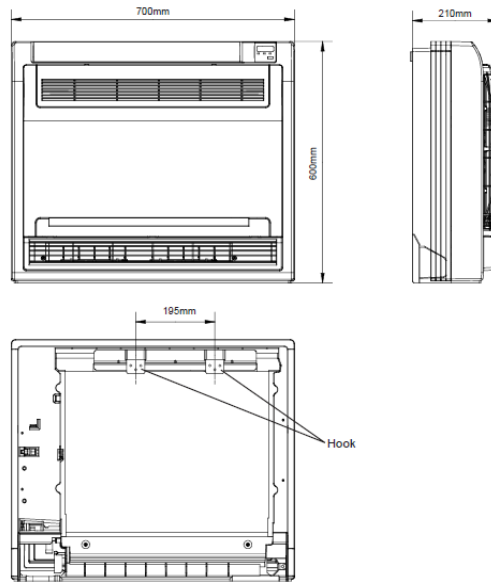
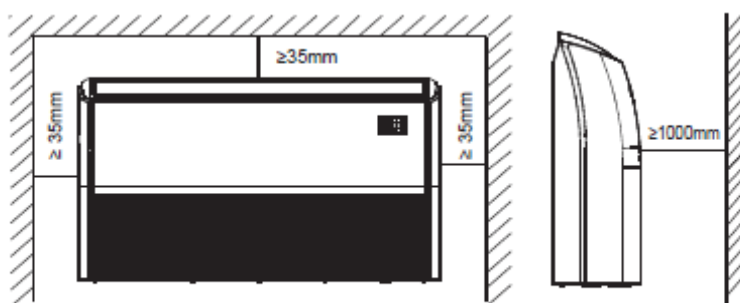

Fig.5-2
Fig.5-1
(vezi Fig. 5-1, Fig. 5-2 si tabelul 5-1 pentru specificatii)
- Fixati carligul cu surubul pe perete. (Consultați Fig. 5-2)